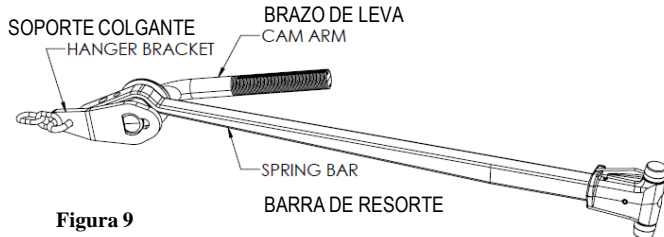
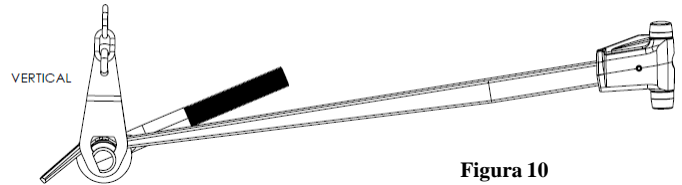

Figura 9
Figura 10
3. Instale el soporte colgante (con los extremos de los pernos en U orientados al interior) y la cadena sobre el sistema de leva deslizándola en la ranura con chaveta del soporte colgante sobre el extremo inferior del brazo de leva (figura 9). Rote el soporte colgante hacia la posición vertical y hale la cadena vertical hacia el punto de unión de la cadena en el soporte a presión (Figura 10).